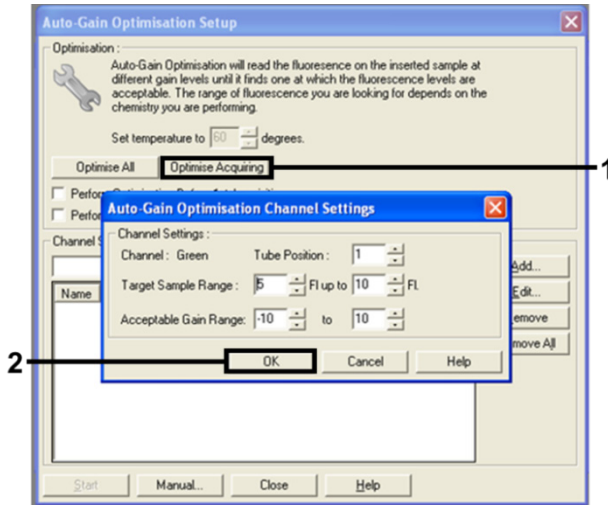

Figura 11. Ottimizzazione automatica del guadagno per il canale Green.
13. Fare clic su **Optimise Acquiring** (Ottimizza acquisizione). Per ogni canale vengono visualizzate le impostazioni corrispondenti. Fare clic su **OK** per accettare questi valori predefiniti per entrambi i canali. (Figura 11).